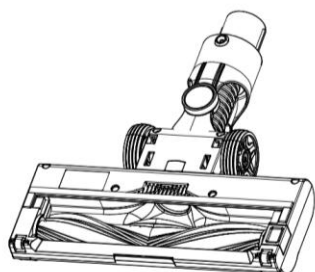

Figure 1.
1. Odpojte elektrický kartáč od hlavní jednotky dle návodu a otočte jej (Figure 1)